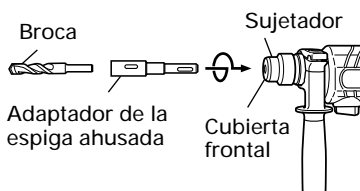
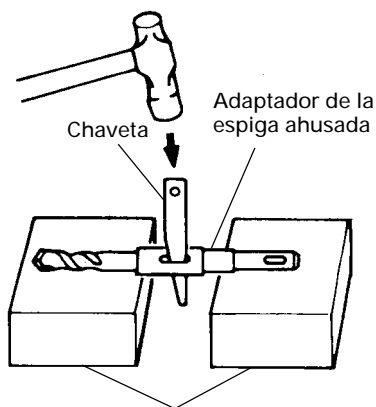

Fig. 13
Fig. 14
- (1) Montar el adaptador de la espiga ahusada en el martillo perforador. (Fig. 13)
- (2) Montar la broca (espiga ahusada) en el adaptador de la espiga ahusada. (Fig. 13)
- (3) Poner el interruptor en la posición de ON (encendido), y taladrar un agujero de la profundidad especificada.
- (4) Para quitar la broca (espiga ahusada), insertar la chaveta en la ranura del adaptador de la espiga ahusada y golpear la cabeza de la chaveta con un martillo. Usar apoyos como se muestra en la Fig. 14.